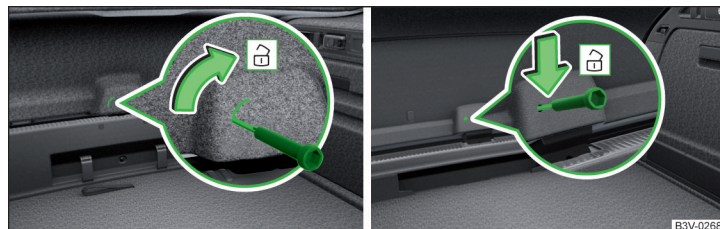

Fig. 355 Desbloquear la tapa: Variante 1 / Variante 2
- Introduzca un destornillador o una herramienta similar hasta el tope en el rebaje o en la abertura del revestimiento de la tapa » fig. 355.